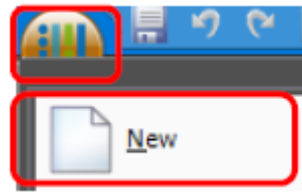

图 1 WindLDR 上的应用程序按钮
1. 按下 WindLDR 应用程序按钮并选择“新建”以创建新项目。(图 1)